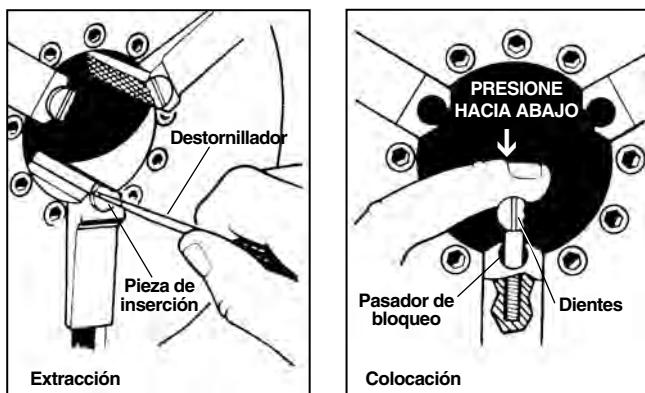

Figura 31 – Cambio de las piezas de inserción de la mordaza
1. Coloque un destornillador en la ranura de la pieza y gire 90 grados a izquierda o a derecha. Extraiga la pieza de inserción (Figura 31).
2. Coloque la pieza de inserción de lado sobre el pasador de bloqueo y presione hacia abajo a fondo (Figura 31).